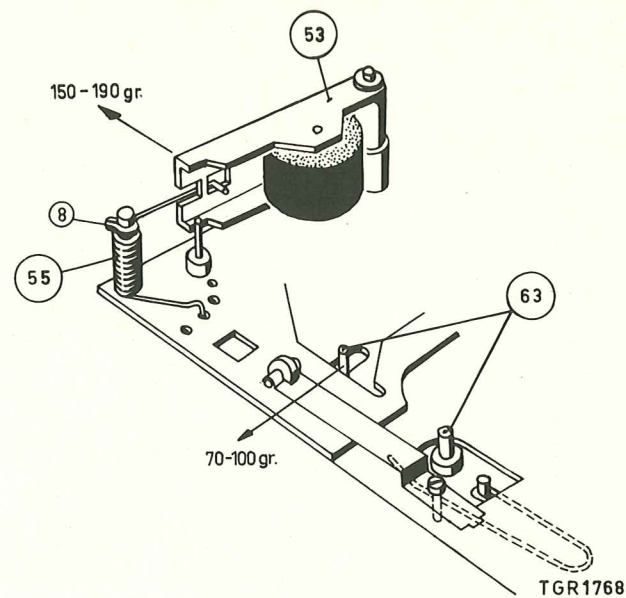

Fig. 4
Levier de galet presseur, fig. 4
Contrôle de la friction d'embobinage 63, fig. 4
- Une pression incorrecte de la poulie de la friction d'embobinage contre le plateau à bobine:** La pression de la poulie contre le plateau à bobine doit s'élever à 70 - 100 g comme indiqué fig. 4.